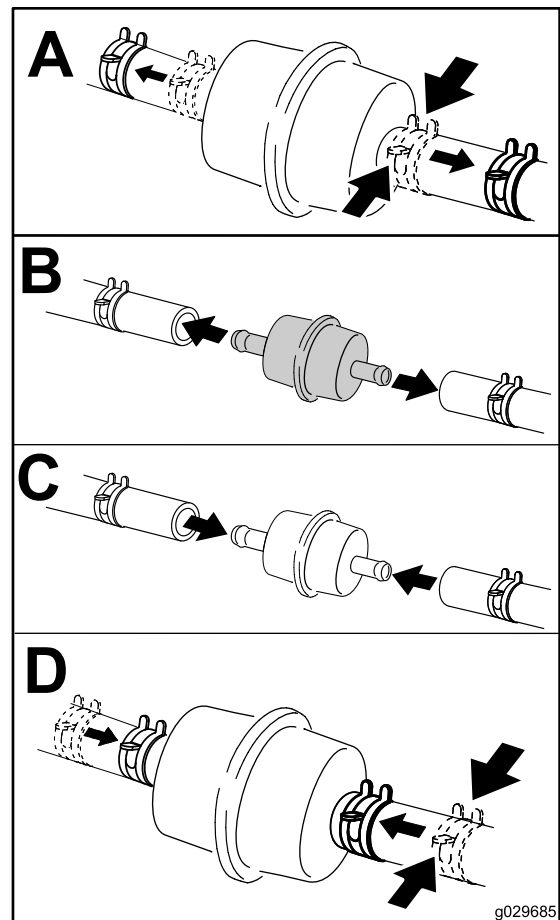

Figure 55
4. Remplacez le filtre à carburant (Figure 55).